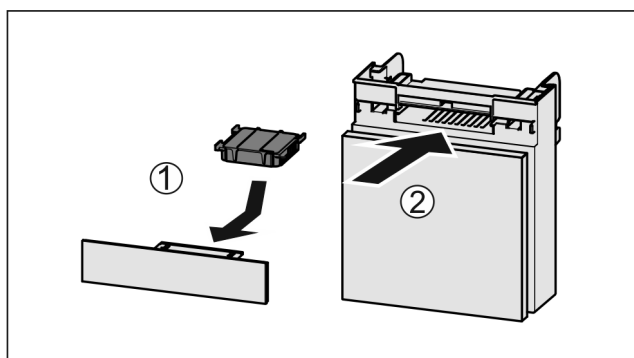

Fig. 156
- Insérer le filtre à charbon actif d'après le schéma Fig. 156 (1).
- Insérer le compartiment Fig. 156 (2).